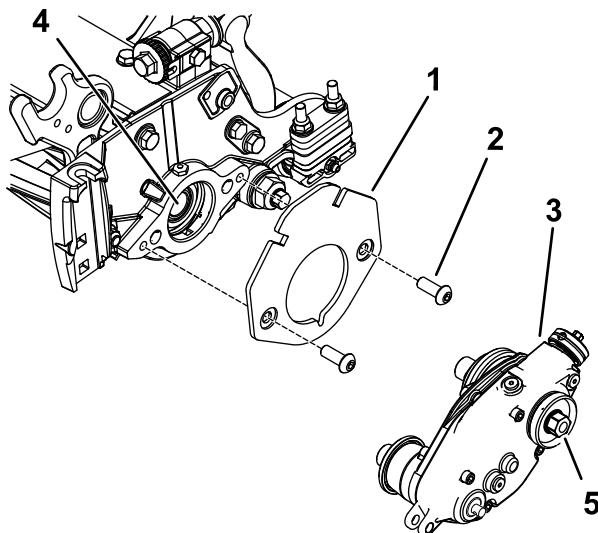

Figure 8
2. Fixez le support de masse sur le cylindre à l'aide de 2 boulons à tête ronde à six pans creux (3/8 x 3/4 po), comme montré à la Figure 8.
3. Appliquez du frein-filet moyenne résistance (tel que Loctite® 243 bleu) sur le filetage de l'arbre de cylindre interne (Figure 8).
- Fixez le boîtier d'entraînement du groomer sur l'arbre du cylindre (Figure 8) à l'aide de la tête hexagonale du boîtier d'entraînement.